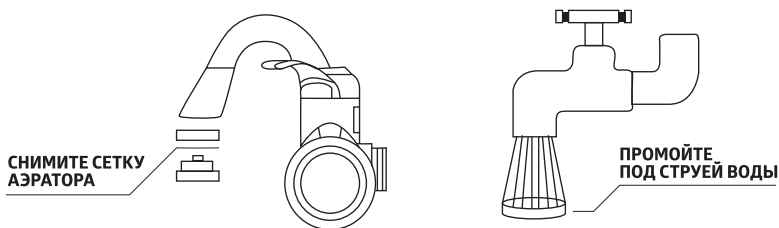

Рис. 6.
1. Для очистки сетки аэратора снимите ее (рис. 6) и промойте под струей воды высокого давления. Если таким способом прочистить сетку аэратора не удалось, используйте иголку или шило.